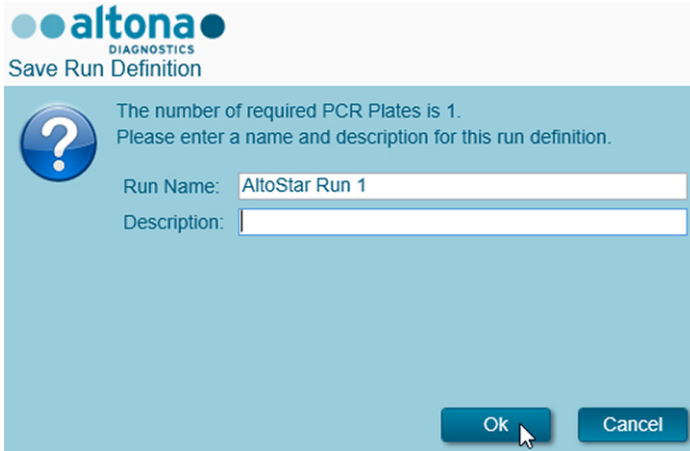

Abb. 10: Dialogfenster Save Run Definition (Laufdefinition sichern)
3. Klicken Sie in der Menüleiste der Programmiersicht auf die Schaltfläche **Create Run** (Lauf erstellen). Das Dialogfenster Save Run Definition (Laufdefinition sichern) wird angezeigt (siehe Abbildung 10).